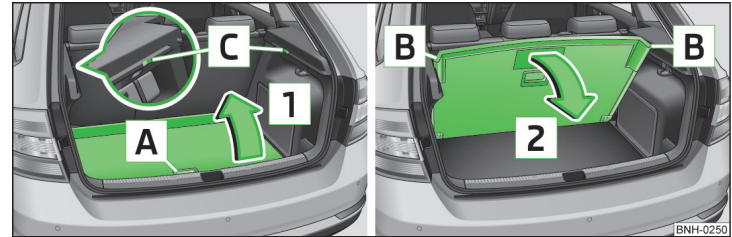

Abb. 87 Variablen Ladeboden hochklappen / herunterklappen
- Den variablen Ladeboden am Griff **A** » Abb. 87 fassen.
- Den variablen Ladeboden in der Mitte oder am Griff **A** » Abb. 87 fassen.